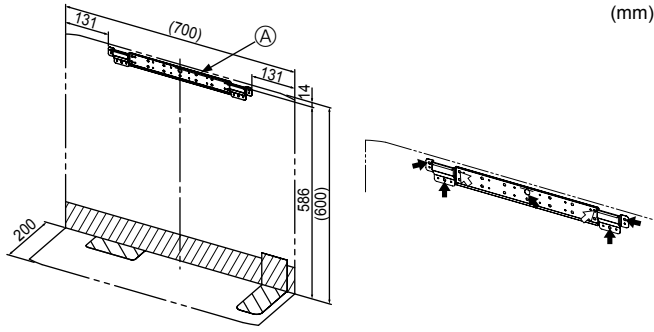

Fig. 3-1
- Braketi duvara sağlam bir şekilde monte edin (çivi, vb ile). (Fig. 3-1)